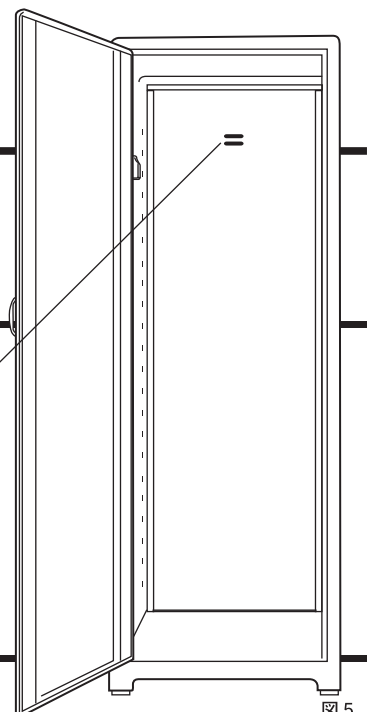

図 5
- 2 本体内側の壁固定用ネジ穴を使い、壁取付けネジで壁面へ固定します。(図 5)
- 1 本体内側の壁固定用ネジ穴を使い、壁取付けネジで壁面へ固定します。必ず梁等、下地がある場所をお選び下さい。(図 5)